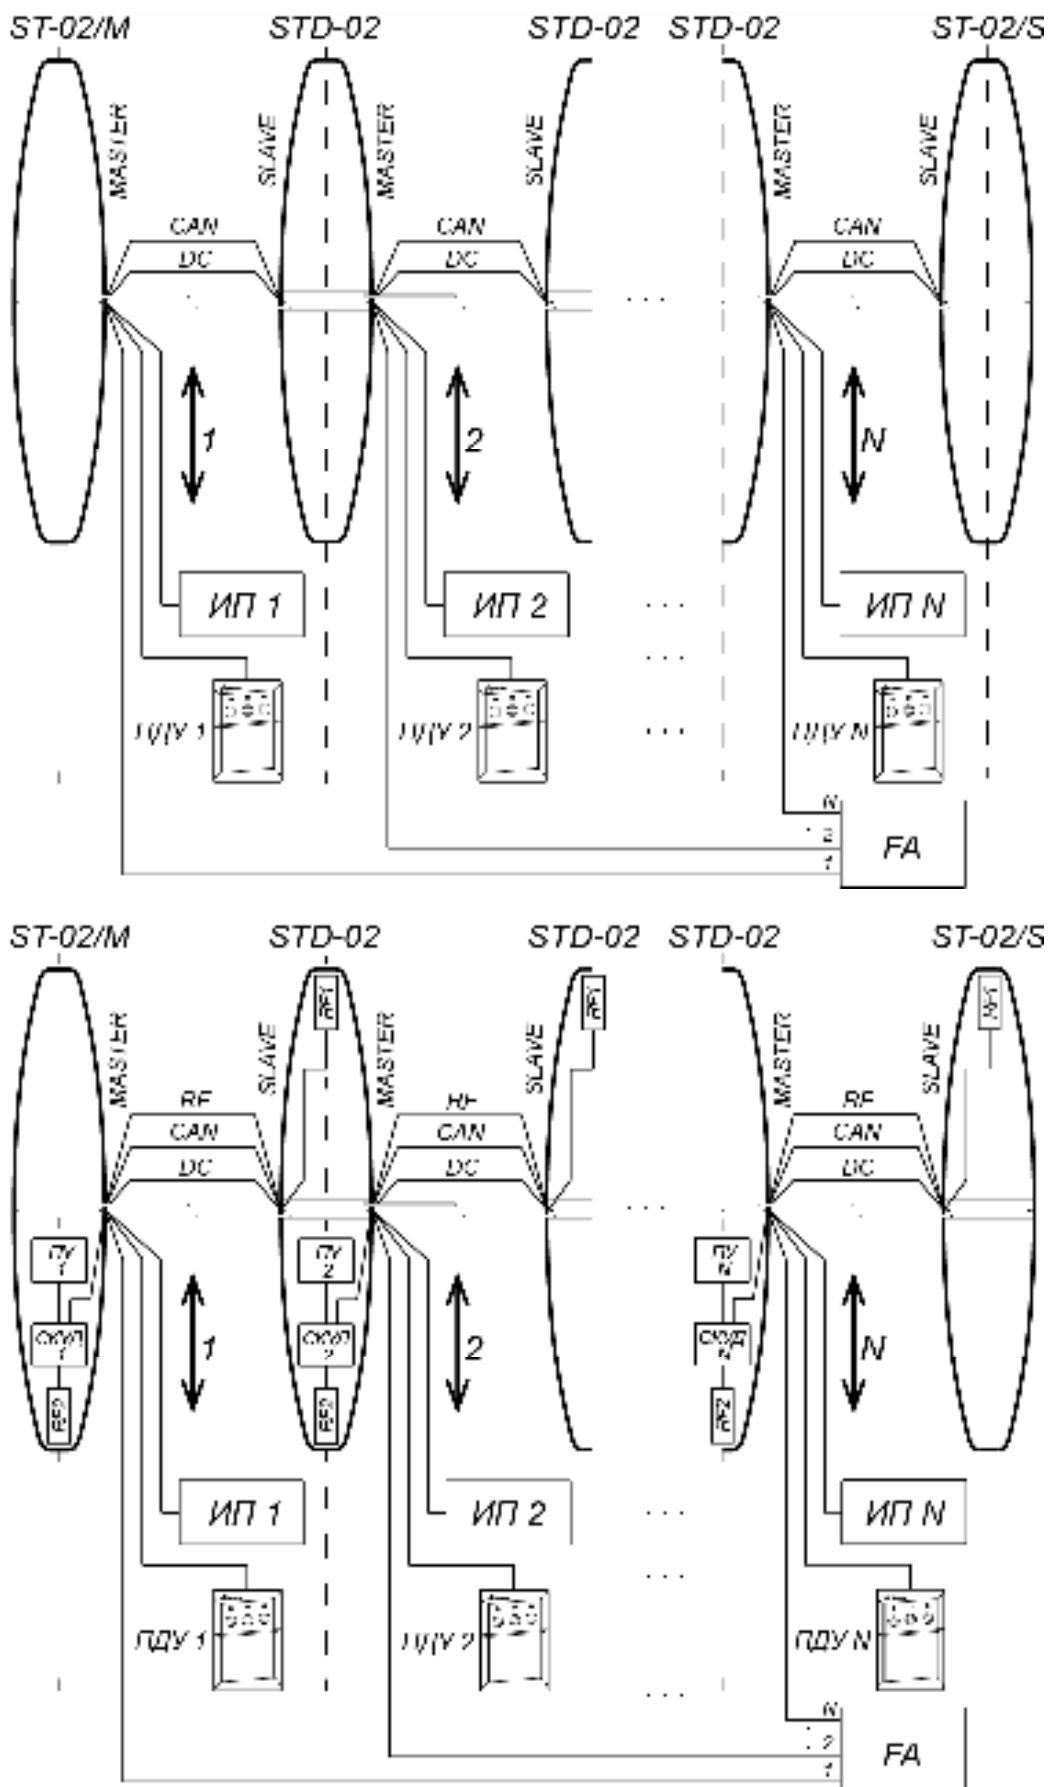

Рисунок 16. Схемы соединений турникета PERCo-ST-02 и двусторонних секций PERCo-STD-02 для организации проходной с несколькими (N) зонами прохода
- каналы для подводки кабелей от внешних устройств (источника питания (12), ПДУ (11) или контроллера СКУД, устройства *Fire Alarm* (13) и другого дополнительного оборудования – к отверстиям для ввода в секцию *Master* и для ввода в двусторонние секции;
- каналы, соединяющие отверстия для ввода кабелей противоположных секций (сторон двусторонней секции) одной зоны прохода – для подводки соединительных кабелей DC (9) и CAN (10)1, а также по необходимости при установке встроенных в турникет считывателей – кабель для соединения считывателя из секции *Slave* с контроллером СКУД (кабель RF на схемах на рис. 16 и рис. 18).